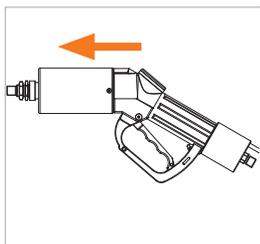

Abbildung 11
▶ Stecken Sie die Füllkupplung bis zum Anschlag auf den Tanknippel im Fahrzeug auf und halten Sie die Kupplung in dieser Position (OFF-Stellung) (*Abbildung 11*).